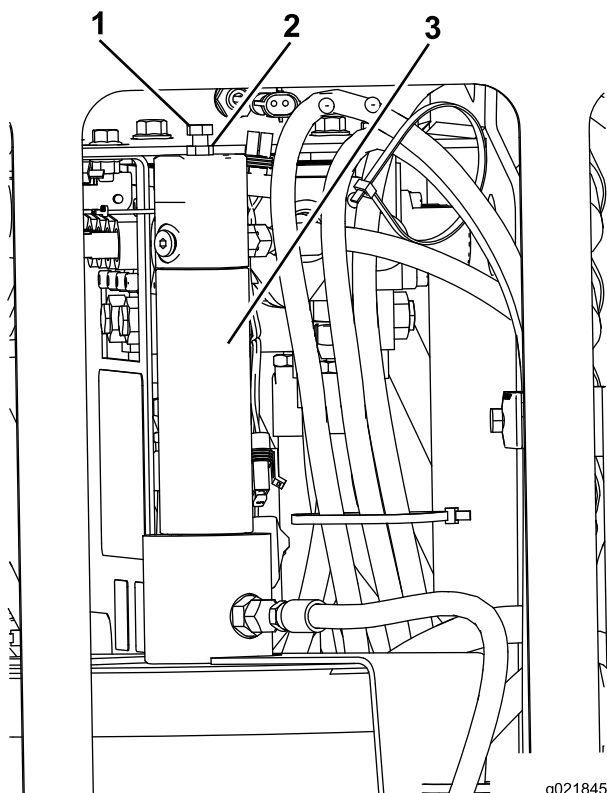

Рисунок 55
1. Ослабьте контргайку на регулировочном болте, расположенном на поршне устройства нанесения состава для резьбы (Рисунок 55).